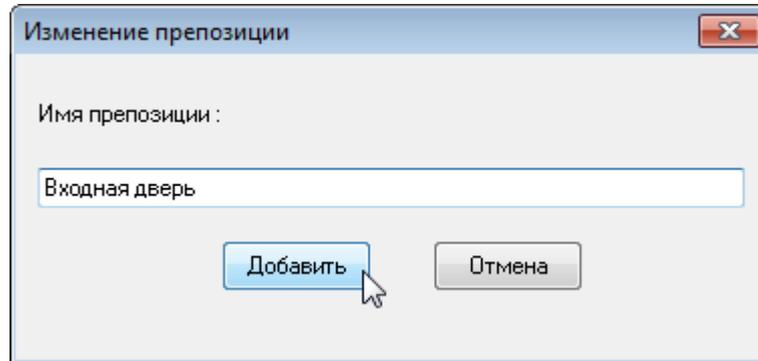

Рисунок 13 — Создание препозиции
2. В «Программе видеонаблюдения», в окне **Телеметрический приемник**, в выпадающем списке, предназначенном для выбора препозиции, появится строка, соответствующая созданной вами препозиции (рисунок 13).